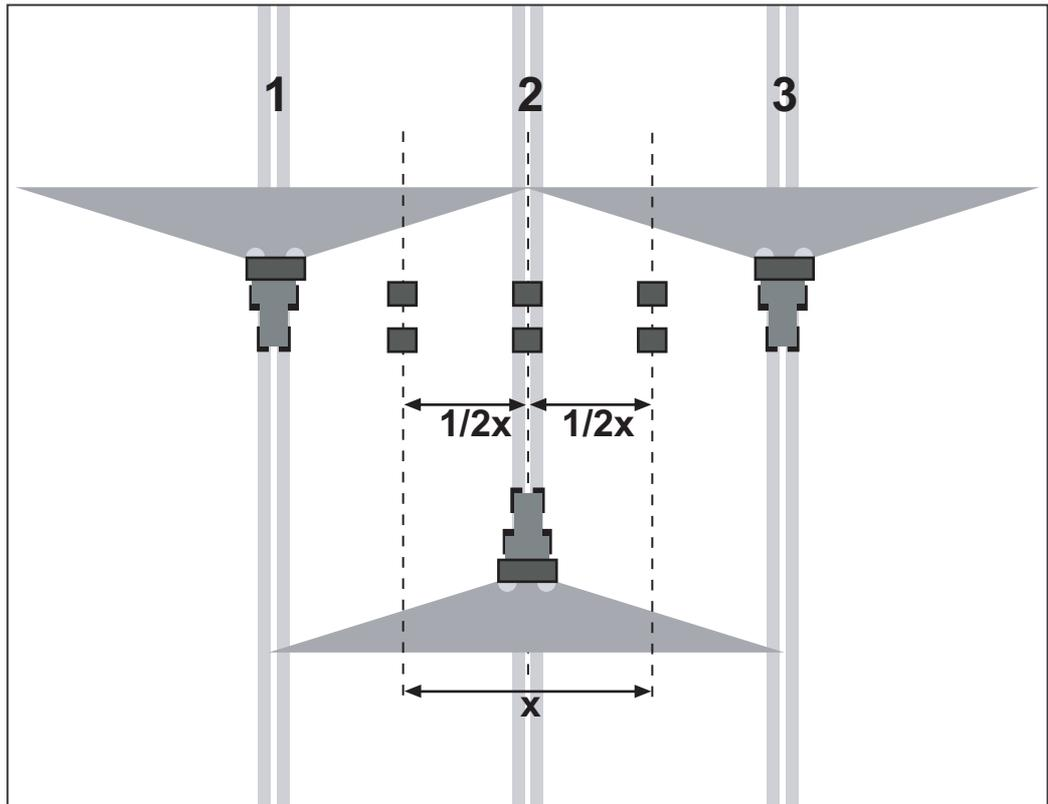

Bild 7.25: Aufstellung für drei Überfahrten
- Je zwei Auffangschalen im Abstand von **1 m** hintereinander in den Überlappungszonen und in der mittleren Fahrspur aufstellen (entsprechend Bild 7.25).